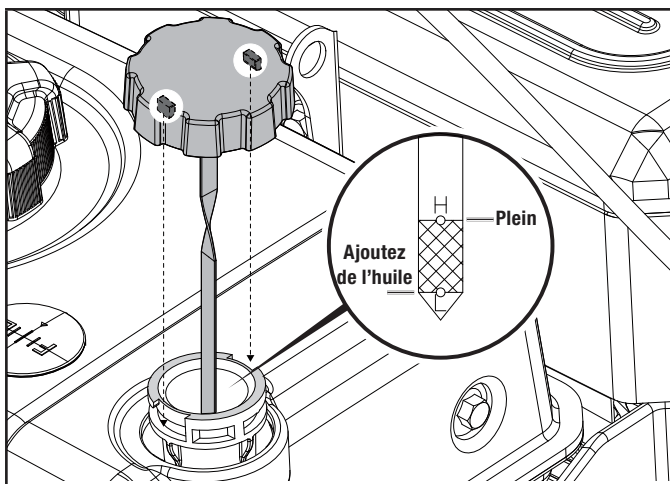

Figure 12B
3. Insérez le bouchon d'huile ou la jauge dans le goulot de remplissage jusqu'à ce que celui-ci ou celle-ci soit en place (notez le cran). Tournez-le d'un quart de tour dans le sens horaire pour le fixer en place. Enlevez la jauge, essuyez-la avec un chiffon non pelucheux, réinsérez-la complètement et fixez-la de nouveau d'un $\frac{1}{4}$ de tour, puis retirez-la pour vérifier le niveau d'huile (voir la figure 12B).
4. Si le niveau d'huile est proche ou inférieur au repère inférieur de la jauge, retirez le bouchon d'huile/la jauge et remplissez avec l'huile recommandée jusqu'au repère supérieur. Ne remplissez pas trop (fig. 12B).